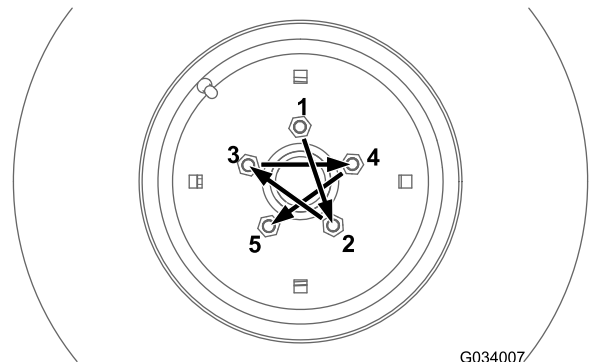
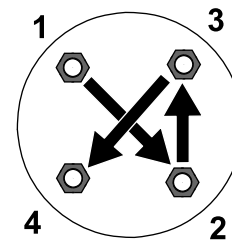

Figura 63
Figura 64
Serrate i dadi delle ruote anteriori e posteriori (solo macchine con trazione integrale) secondo lo schema illustrato nella Figura 63 e nella Figura 64 alla coppia specificata.
- Ruote anteriori: fate riferimento a Figura 63
- Ruote posteriori (solo macchine con trazione integrale): fate riferimento alla Figura 64